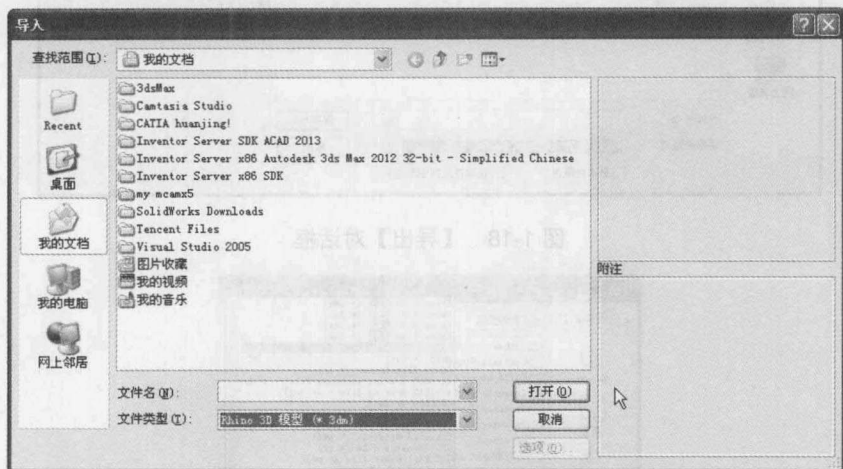

图 1-16 【导入】对话框
(1) 在菜单栏中选择【文件】|【导入】命令,弹出【导入】对话框,如图 1-16 所示。